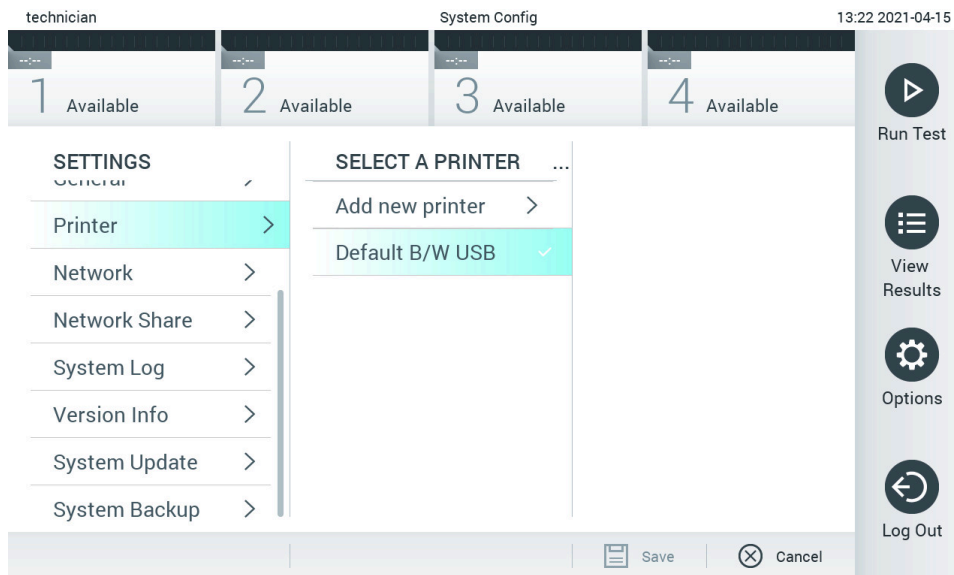

Рис. 74. Вибір системного принтера.
3. Виберіть принтер зі списку доступних принтерів (рис. 74).